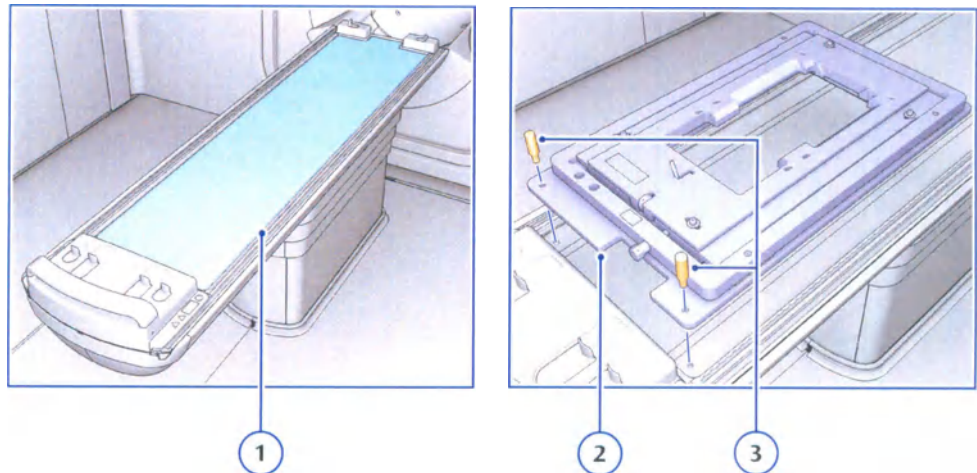

Рис. 7.22 Платформа для контроля качества на деке стола
- 8 Осторожно переместите отверстия платформы для контроля качества, чтобы они располагались над отверстиями деки стола возле фиксированной позиции 51 (см. Рис. 7.22).